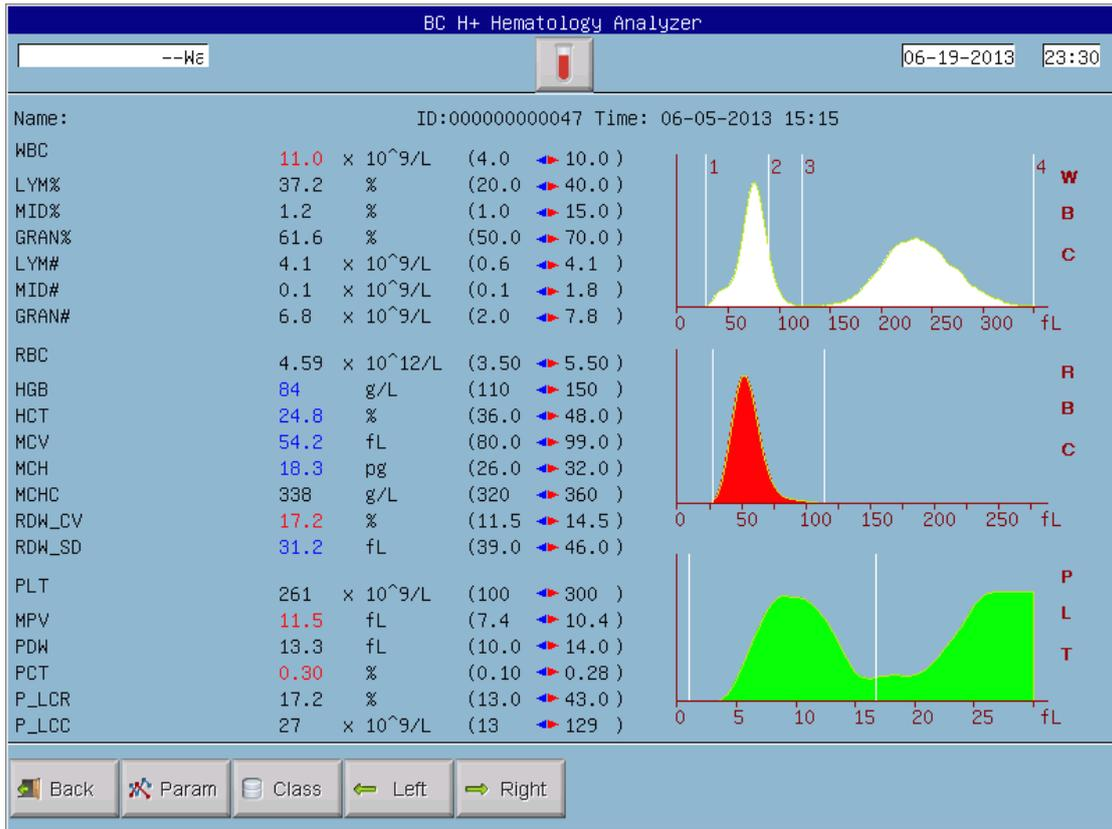

Figura 3-3
- a) En pantalla del menú principal haga clic en "Histo", A continuación, la interfaz como se muestra en la figura 3-3 se mostrará. TEl histograma de CMB ha sido seleccionared y enmarcados en un rectángulo de la línea roja, entonces haga clic en el icono Param para seleccionar WBC, RBC, PLT parámetro diagrama que necesita modificación.